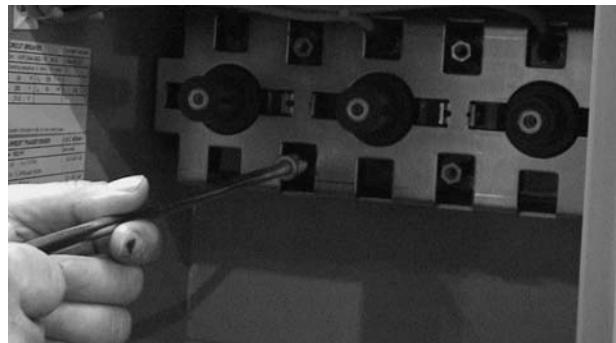

Рисунок 6-2: Удаление корпуса с трансформаторами
6. Отделите корпус с трансформаторами (6 гаек) от кабеля (см. Рисунок 6-2).